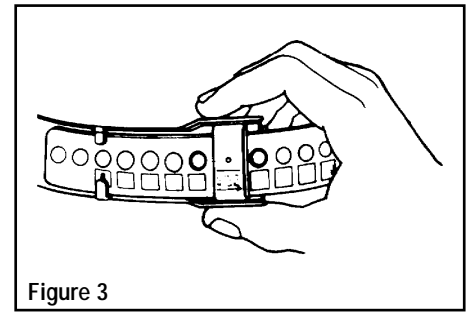

Figure 3
2. Pincez la boucle pour dégager le dispositif de réglage et placez le bandeau sur votre tête. Continuez à pincer la boucle tout en tirant vers le bas sur le bandeau placé sur votre tête. Le bandeau s'ajuste automatiquement à votre taille et se bloque lorsque vous relâchez votre emprise (voir la figure 3). Le bandeau doit être bien serré sur votre tête, mais vous devez toutefois vous sentir confortable.